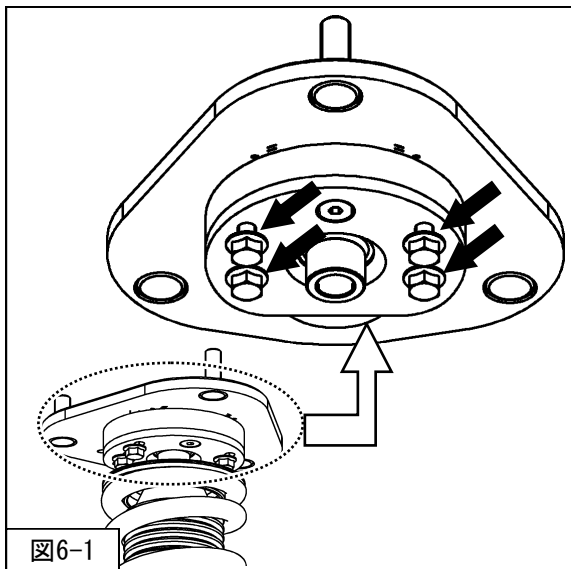

図6-1
2. タイヤハウスからキャンバー調整ボルト（4ヶ所）をゆるめてください。（図6-1矢印部分）